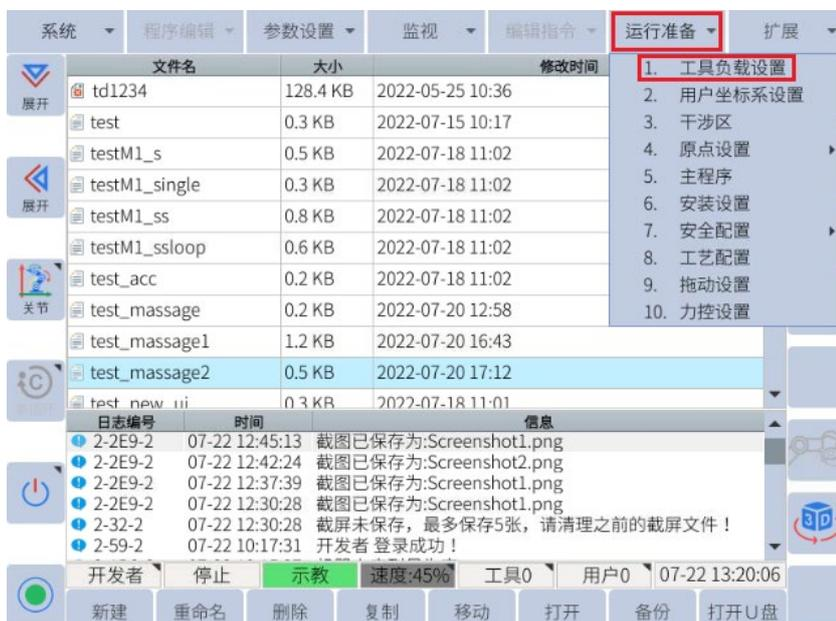

图 6-34: 顶部菜单栏“运行准备->工具负载设置”
1. 点击顶部菜单栏中的运行准备->工具负载设置，进入工具号界面，如图6-34所示：